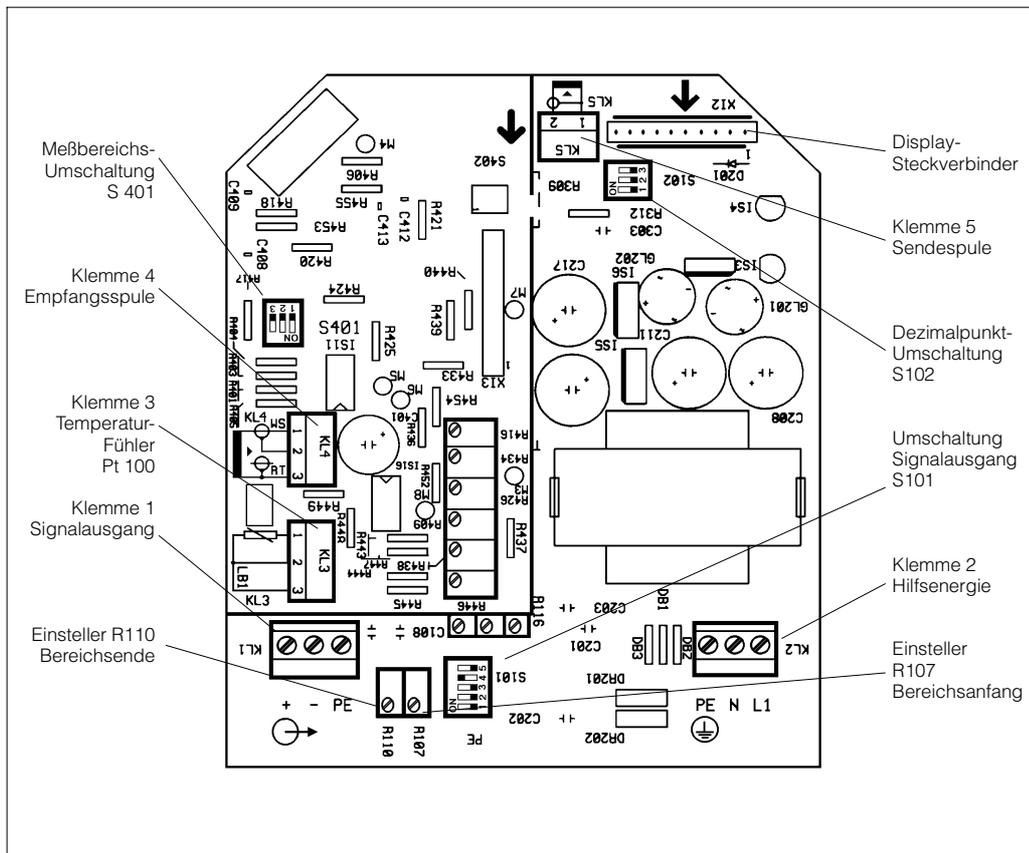

Bild 6.2: Innenansicht Smartec CLD 130 - Baugruppe mit Klemmen und Steckern für Meßbereichs-Umschaltung
Der Signalausgang ist auf 0 ... 20 mA oder 4 ... 20 mA mit Schalter S 101 umschaltbar (siehe Bild 6.2).
- 0 bzw. 4 mA mit Einsteller R 107 einstellen (siehe Bild 6.2).
- 20 mA mit Einsteller R 110 einstellen (siehe Bild 6.2).